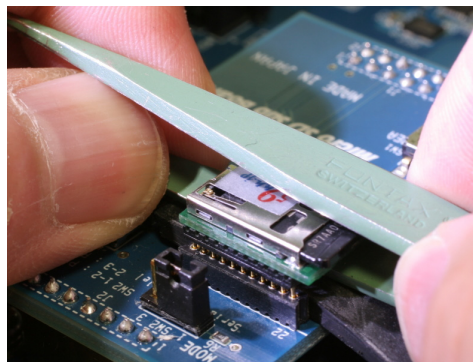

図 11.3 ピンセットを使った例
- ・ 図 11.3 のように、ピンセットをモジュールの下を通し、両側から少しずつ持ち上げるとスムーズに取り外せます。